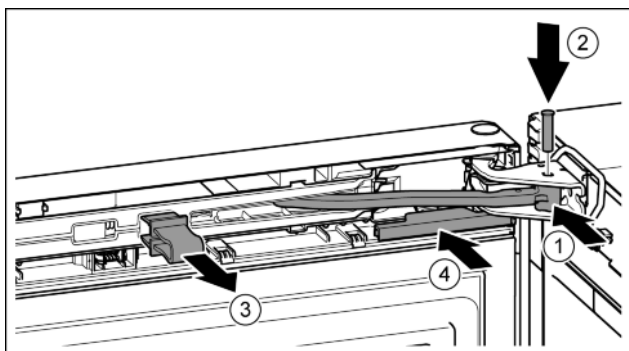

Fig. 38
- ▶ Otočte kloub ve stojanu ložiska. Fig. 38 (1)
- ▶ Vložte čep do stojanu ložiska a kloubu. Přitom dávejte pozor, aby byla zajišťovací vačka správně usazena v drážce. Fig. 38 (2)
- ▶ Pojistku vytáhněte. Fig. 38 (3)
- ▶ Kryt nasuňte. Fig. 38 (4)